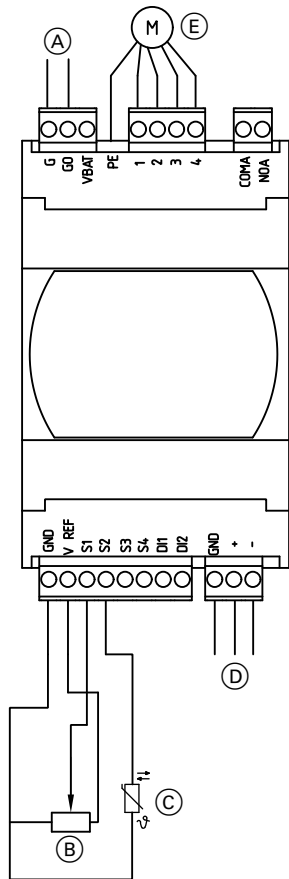

Abb. 85
| (K) Statureingang Sanftanlasser | (V) Typ AWO 302.B60: Modbus-Verbindungsleitung zur EEV-Leiterplatte [6], Anschluss (D) in Abb. 85 |